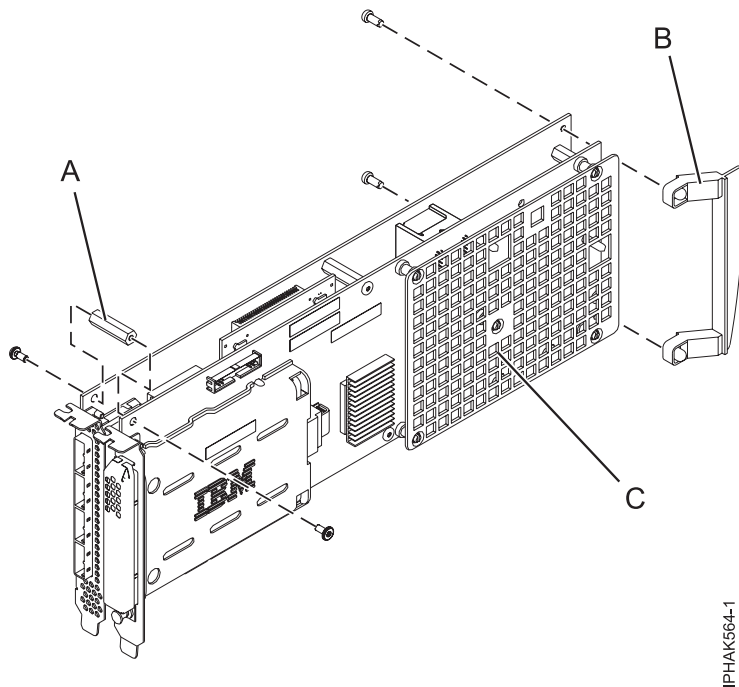

Figure 50. Retrait de la grille en plastique d'une carte SAS RAID PCI-X DDR 1,5 Go de cache
2. Sur une carte SAS RAID PCI-X DDR 1,5 Go de cache, retirez la grille en plastique (**C**) des vis de butée en plastique, sans toutefois les retirer. Voir figure 50, à la page 67.